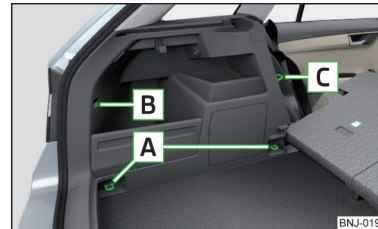

Abb. 86
Übersicht der Befestigungselemente » Abb. 86
- Die Verzurrösen **A** » Abb. 86 auf Seite 87 können zur Befestigung von Netzen nicht genutzt werden, wenn sich der variable Ladeboden in der oberen Position befindet » Seite 92¹⁾.